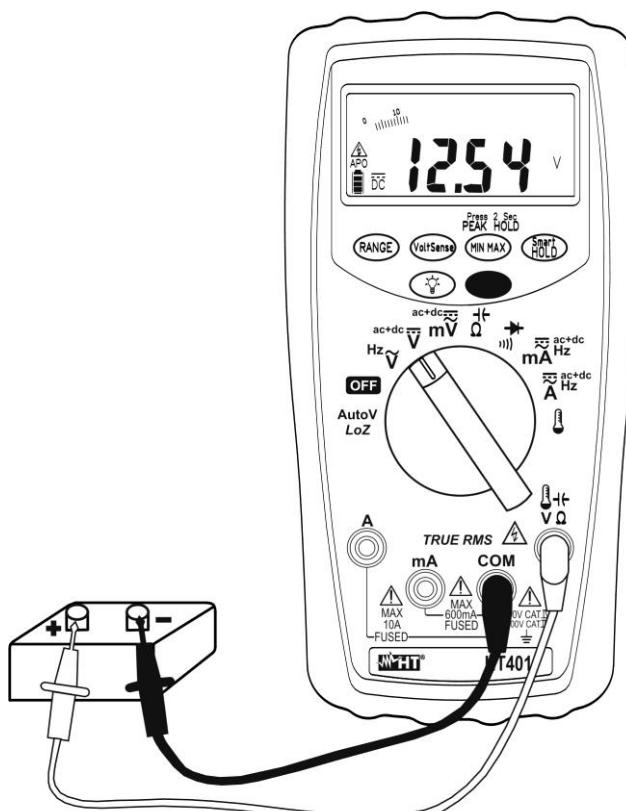

Fig. 2: Medida de Tensión CC
4. Inserte el cable rojo en el terminal de entrada  $\text{V}\Omega\text{Hz}$  y el cable negro en el terminal de entrada **COM** (vea la Fig. 2)
7. La visualización del símbolo "-" sobre el visualizador del instrumento indica que la tensión tiene sentido opuesto respecto a la conexión de Fig. 2